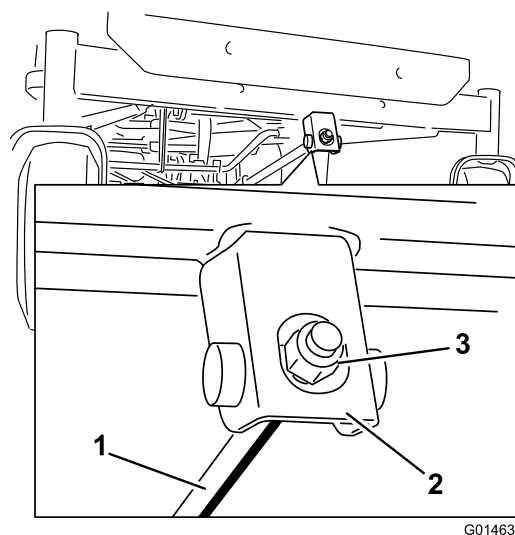

Bild 66
6. Drehen Sie für das Einstellen der Schnittemesserneigung in Längsrichtung die Einstellmutter vorne am Mähwerk (Bild 66).